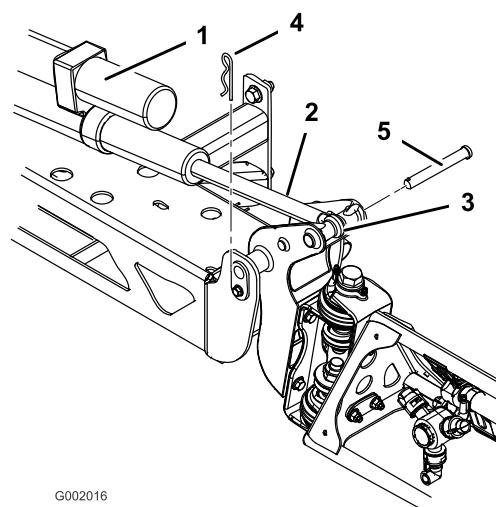

Bild 36
2. Nehmen Sie den Splint vom Gelenkstift ab (Bild 36).
3. Heben Sie das Spritzgestänge an und nehmen Sie den Stift ab (Bild 36). Senken Sie das Spritzgestänge langsam auf den Boden ab.